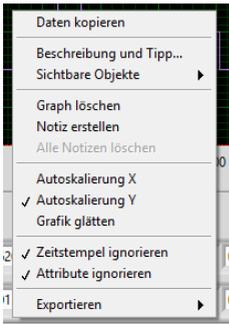

Bild 10: Diagrammenü
Durch rechten Mausklick in den Diagrammbereich (Bild 10) können Sie das Diagramm automatisch skalieren (Autoskalierung Y). Durch Doppelklick auf die Skalenbeschriftung der Y-Achse können Sie diese überschreiben und damit auch manuell skalieren. Eine Skalierung der Frequenzachse (X) ist nicht sinnvoll, da diese durch den Frequenzbereich der FFT (1 / 10 kHz) fest vorgegeben ist.